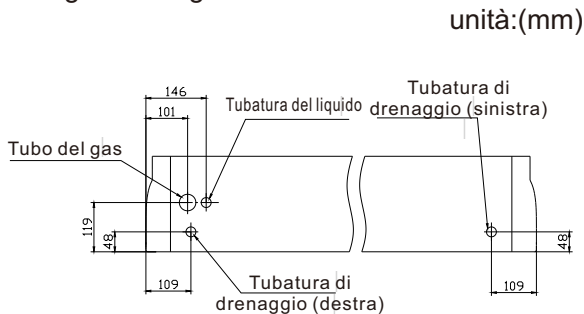

Fig. 4.1 La posizione di connessione del tubo
- (1) Le posizioni di collegamento del tubo sono mostrate nella Fig. 4.1 e Fig. 4. 2.